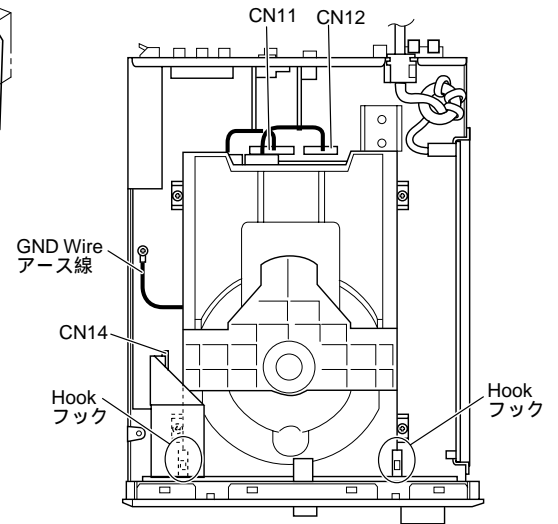

Fig. 2
- c. Remove connectors CN14. (Fig. 2)
- d. Remove 2 hooks and then slide the Front Panel Unit forward. (Fig. 2)
- c. コネクターCN14を外します。(Fig. 2)
- d. フック2箇所を外し、フロントパネルユニットを前方へ引き出します。(Fig. 2)
- b. Remove connectors CN11, CN12 and GND wire and then remove the DVD Mechanism Ass'y. (Fig. 2)
- b. コネクターCN11、CN12、及びアース線を外し、DVDメカニズムASSYを取り外します。(Fig. 2)